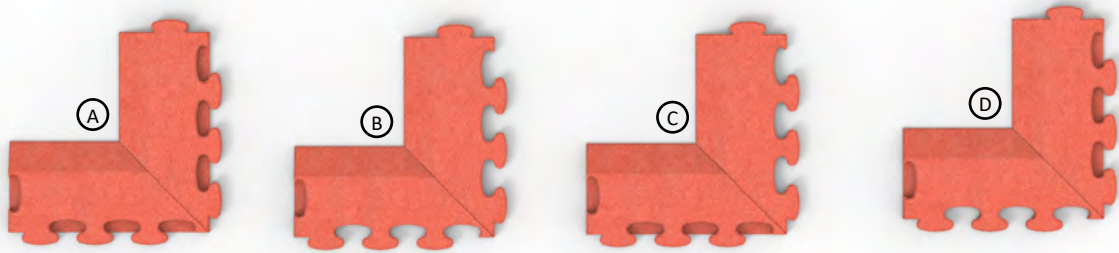
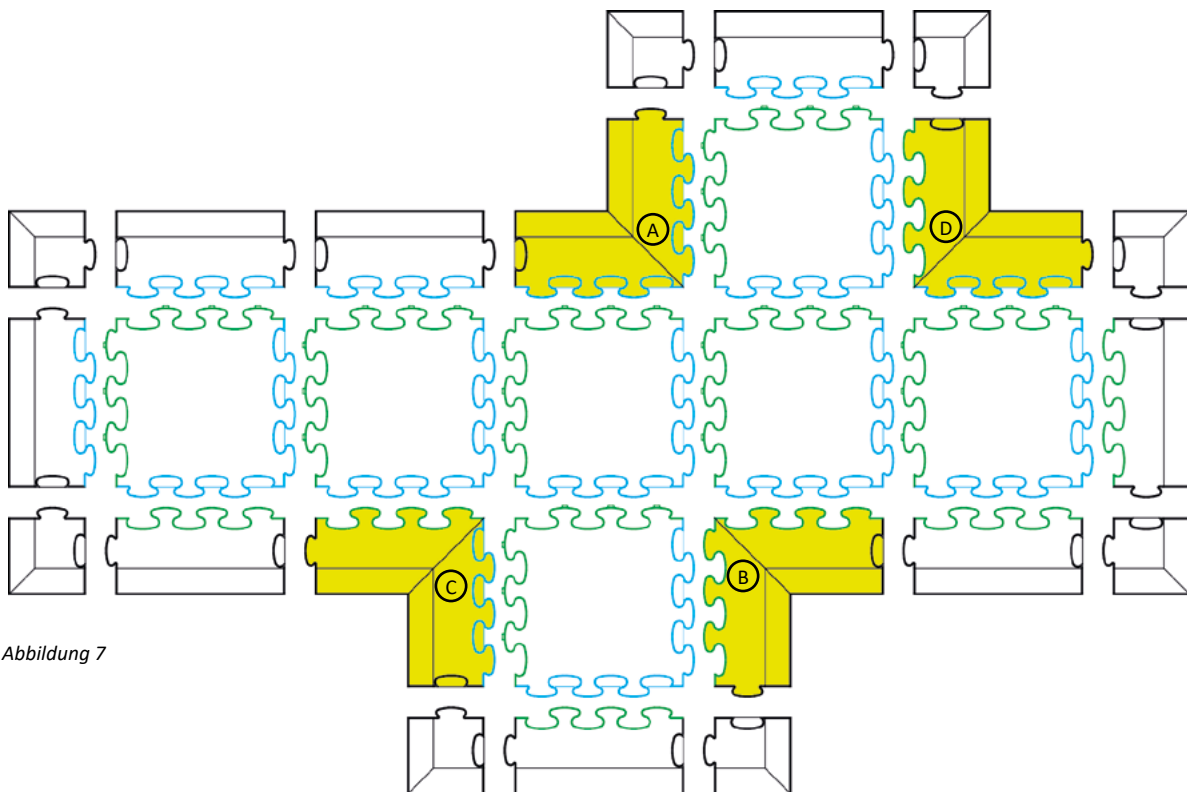

Abbildung 6
Abbildung 7
- es ist wichtig beim Verlegevorgang die Platten gleich anzuordnen. Es wird immer mit den Randplatten mit Zwischenelementen begonnen, wobei die PM3D Platten beim Verlegen immer so angeordnet sind, dass die „a“ Seite ohne Zwischenelemente nach links zeigt (Abbildung 7).
Negative Eckplatten wie in Abbildung 6 bestehen aus in der Produktion zugeschnittenen Randplatten. Negative Eckplatten können bei Verlegungen in L-Form oder beim Wegbau verwendet werden. Die negativen Eckplatten können in der Version A, B, C und D bestellt werden und lassen sich wie auf der folgenden Abbildung 7 anbringen: